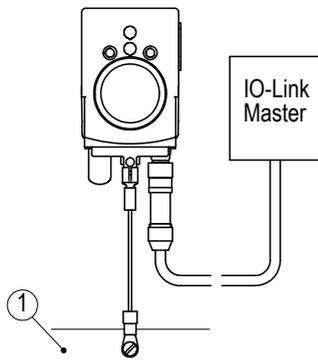

Abb. 7: Erdungsschiene
Den Erdungsanschluss (3) neben dem Anschlussstecker auf das Schutzleiterpotential legen (siehe Abb. 6). Verwenden Sie dazu 6.3 mm Flachstecker oder Kabelschuh mit kurzer Litze 2.5 ... 4 mm² (nicht im Lieferumfang). Bei mehreren Positionsanzeigen wird empfohlen die Erdung auf eine Erdungsschiene (1) anzuschließen (siehe Abb. 7).